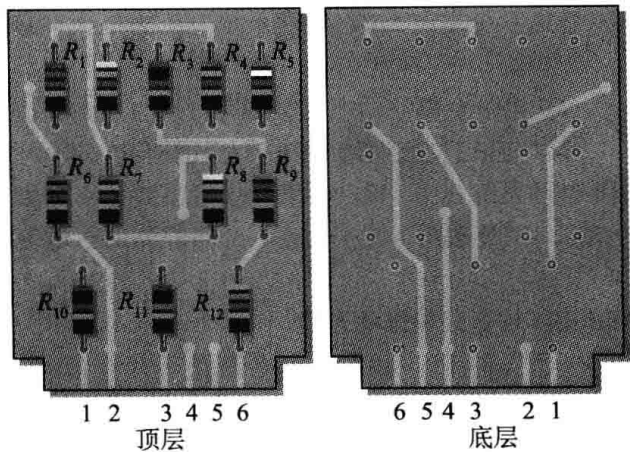

图 4-84 习题 49、习题 54、习题 55、习题 56 和习题 57 图
49. 在图 4-84 所示的双面印制电路板上, 分辨每一组串联电阻并确定其总电阻, 需要注意的是许多互连线从板的顶层连到底层。其中, 电阻 R_1 的色环颜色分别为: 红、红、红、金; 电阻 R_2 的色环颜色分别为: 黄、紫、红、金; 电阻 R_3 的色环颜色分别为: 棕、黑、红、金; 电阻 R_4 的色环颜色分别为: 绿、蓝、红、金; 电阻 R_5 的色环颜色分别为: 橙、白、红、金; 电阻 R_6 的色环颜色分别为: 橙、橙、红、金; 电阻 R_7 的色环颜色分别为: 绿、蓝、棕、金; 电阻 R_8 的色环颜色分别为: 黄、紫、棕、金; 电阻 R_9 的色环颜色分别为: 灰、红、红、金; 电阻 R_{10} 的色环颜色分别为: 棕、黑、红、金; 电阻 R_{11} 的色环颜色分别为: 棕、黑、橙、金; 电阻 R_{12} 的色环颜色分别为: 蓝、灰、红、金。
54. 表 4-1 列出了图 4-84 所示印制电路板上的电阻测量结果，试问这些结果是否正确？如果不正确，请识别可能出现的问题。
55. 在图 4-84 所示的印制电路板上测得引脚 5 和 6 之间的电阻为 15 kΩ，试问这是否指示有问题？如果有，请识别之。
56. 检查图 4-84 所示的印制电路板时测得引脚 1 和 2 之间的电阻为 $17.83\text{ k}\Omega$ ，同样测得引脚 2 和 4 之间的电阻为 $13.6\text{ k}\Omega$ ，试问这是否指示印制电路板有问题？如果有，请识别故障。
57. 在图 4-84 所示的印制电路板上，把引脚 2 接到引脚 4、引脚 3 接到引脚 5，将 3 组串联电阻互相串联形成单一串联电路，电压源接在引脚 1 和引脚 6 之间，电流表串联在电路中，随着电源电压增大，观察到电流随之增大，突然，电流降到零并闻到烟味，假设所电阻器额定功率都是 $1/2\text{ W}$ 。